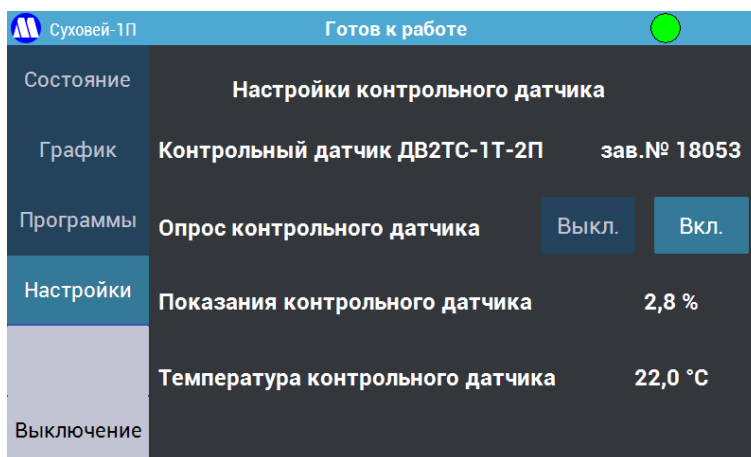

Рисунок 17 – Экран «Настройки контрольного датчика».
7.2.11.3. Кнопка «**Настройки контрольного датчика**» открывает меню (Рисунок 17), в котором отображаются заводской номер контрольного датчика и его показания, а также имеется возможность его отключения.